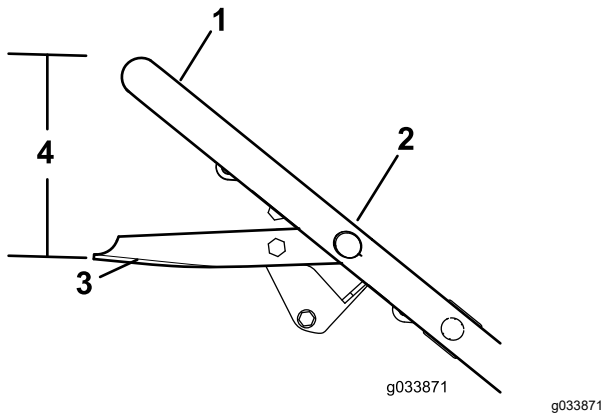

Figure 30
- Tenez la barre de commande de la lame à 19 cm (7⁵/₈ po) du haut du guidon, comme illustré à la Figure 30.